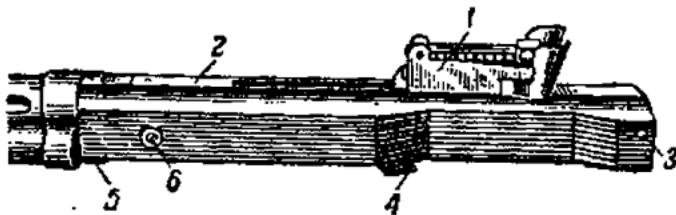

Рис. 3. Ствольная коробка:
**Ствольная коробка** (рис. 3) имеет внутри пазы для движения затвора и затворной рамы, косые выемы с боевыми уступами для помещения боевых упоров при закрытом затворе, окно